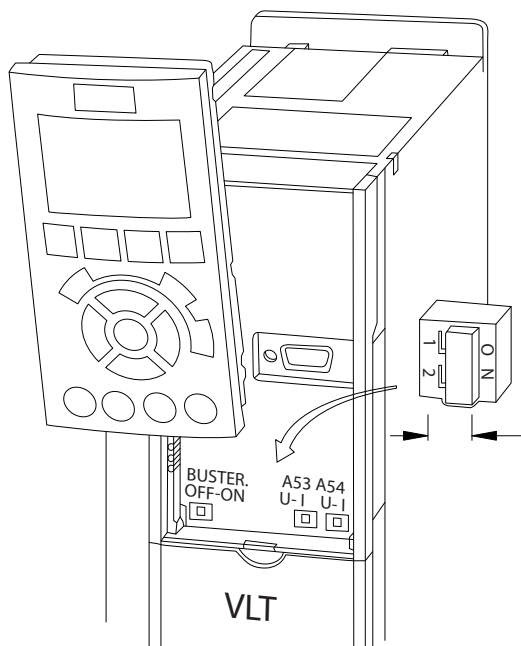

图 4.13 端子 53 和 54 的开关的位置
1. 拆下本地控制面板（请参阅 图 4.13）。
- 可以使用变频器的端接开关（总线终端开/关，请参阅 图 4.13）或偏置端接电阻网络实现每个网络段两端的端接。